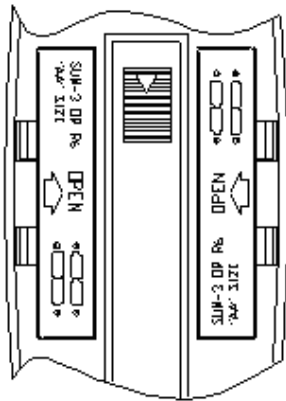

图 2
2.1.2 如图 2 所示，按住右边的电池盖，并按箭头上的方向把盖子移开。
2.1.5 如图 2 所示，按住左边的电池盖，并按箭头的方向把盖子移开。